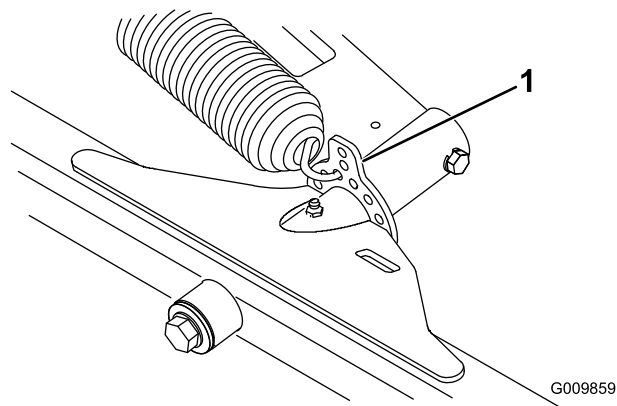

図 11
1. 前後のカッティングユニットの昇降タブについている穴のうち一番上から内側に数えて3 番目の穴にスプリングを引っ掛ける（図 11）。